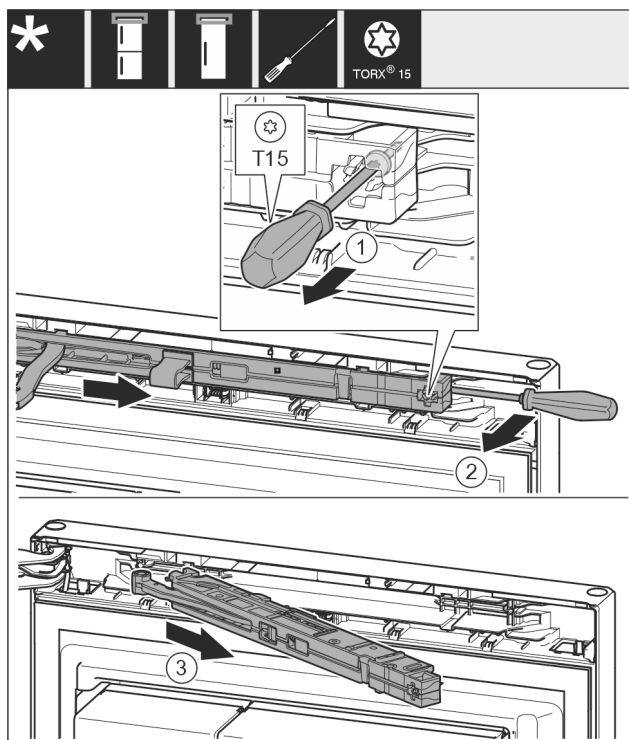

Fig. 13
- Desserrer la vis Fig. 13 (1) de l'unité d'amortissement de fermeture au moyen d'un tournevis 14 mm.
- Décrocher l'unité d'amortissement de fermeture Fig. 13 (2) côté poignée vers l'avant avec un tournevis.
- Retirer l'unité d'amortissement de fermeture Fig. 13 (3).